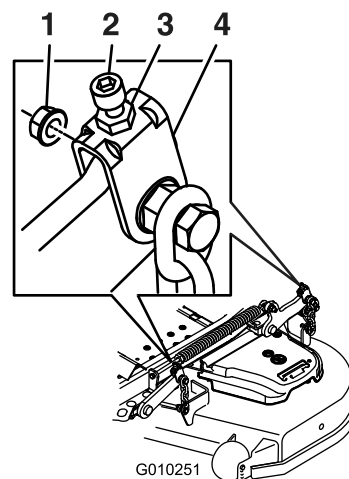

Figure 98
10. Ajustez précisément le serrage de l'écrou de réglage sur l'ensemble de levage du tablier avant (Figure 98).
16. Ajustez précisément la vis de réglage en la tournant jusqu'à obtention d'une hauteur de 8,3 mm (3¼ po) (Figure 98).